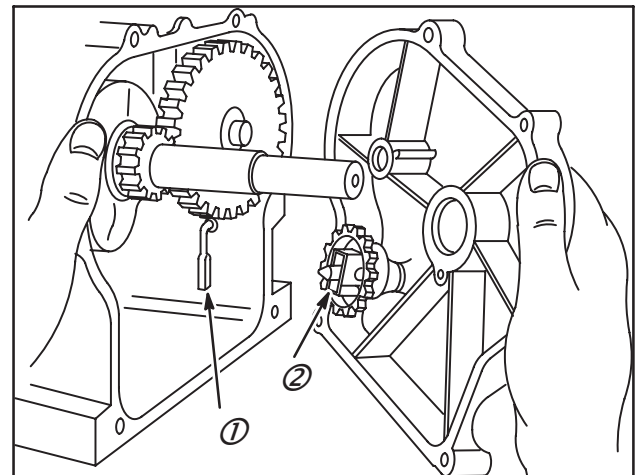

Fig. 13
Le seul démontage nécessaire est la dépose en bloc de l'ensemble régulateur de l'axe du pignon de régulateur sur le flasque, pour les Modèles horizontaux, Fig. 13. L'axe de régulateur doit pointer vers le bas (1), comme indiqué.
1. Appuyer sur le toucheau de régulateur (2), Fig. 13, pour mettre en place le circlip sur l'axe avant de re-placer le flasque.
2. L'axe de régulateur doit pendre verticalement vers le bas, parallèlement à l'axe du cylindre (1), Fig. 13.